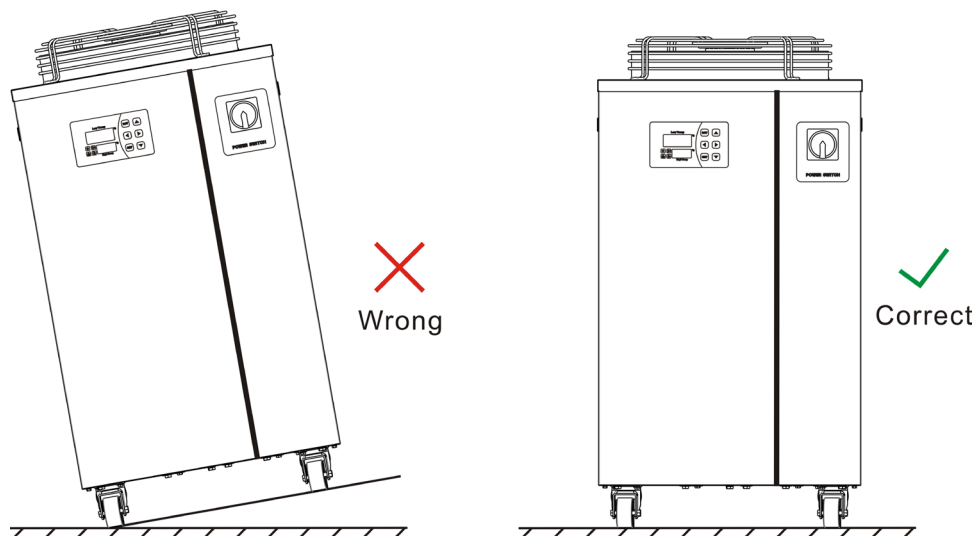

Figure 1 : Exigences de forme pour l'installation du chiller
(1) Il doit être installé sur une surface horizontale et sans inclinaison, comme illustré sur la figure 1.